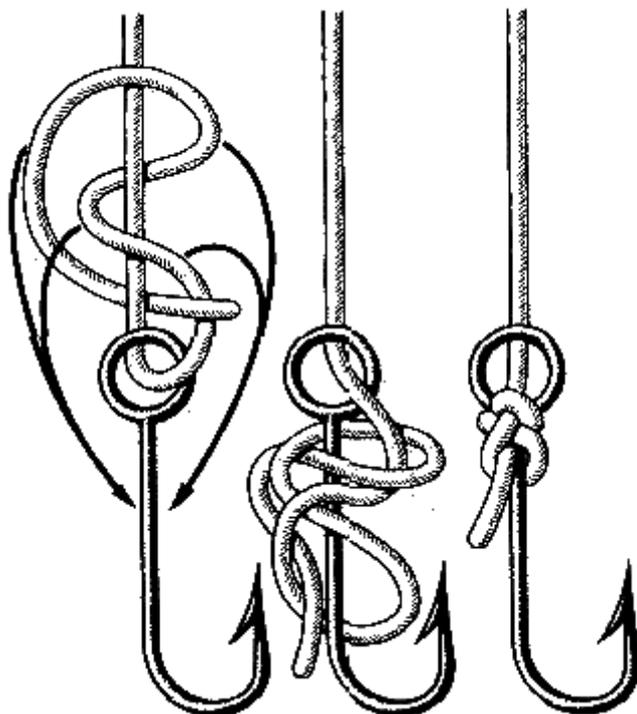

Рис. 128. Лососевый узел
**Лососевый узел** (рис. 128). Прежде чем затянуть, его нужно перекинуть на цевье крючка. Лососевый узел – один из самых прочных. Он надежно держит на любых лесках.